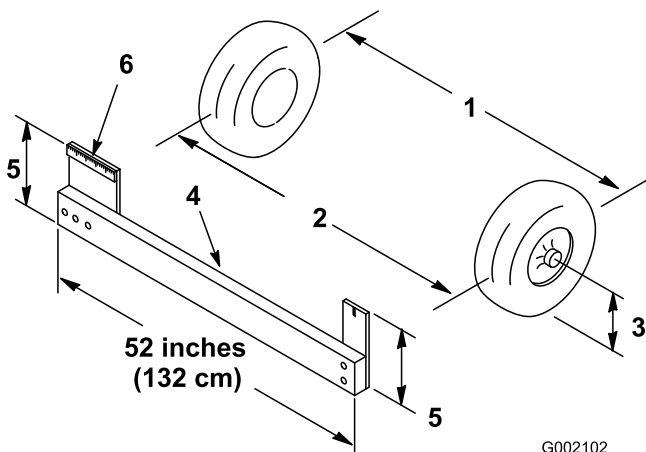

Figure 11
1. Mesurez la distance entre les roues avant à hauteur d'essieu, à l'avant et à l'arrière des roues (Figure 11). Un gabarit ou un compas à verges est nécessaire pour mesurer l'arrière des roues avant à hauteur d'essieu. Utilisez le même gabarit ou outil pour mesurer précisément l'avant des roues avant à hauteur d'essieu (Figure 11).